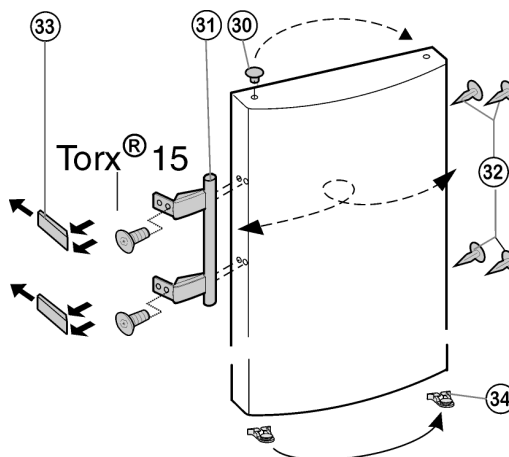

Fig. 7
- ▶ Выведите из фиксатора дверцы пружинный зажим *Fig. 7 (34)* и переставьте его на новую сторону шарнира.
- ▶ Извлеките пробку *Fig. 7 (30)* из опорной втулки дверцы и переставьте.
- ▶ Снимите и переставьте на противоположную сторону дверную ручку *Fig. 7 (31)*, пробку *Fig. 7 (32)* и прижимные пластины *Fig. 7 (33)*.